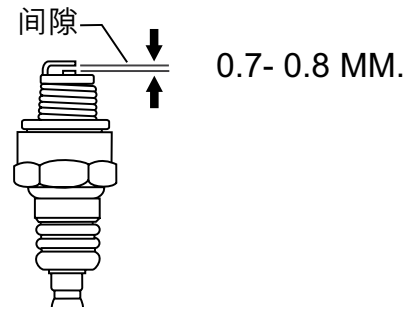

图43. 火花塞间隙
1. 拆除火花塞（图43），如果要重复利用，则需使用钢丝刷清洗。如果绝缘体已经破裂或损坏，则要弃用火花塞。